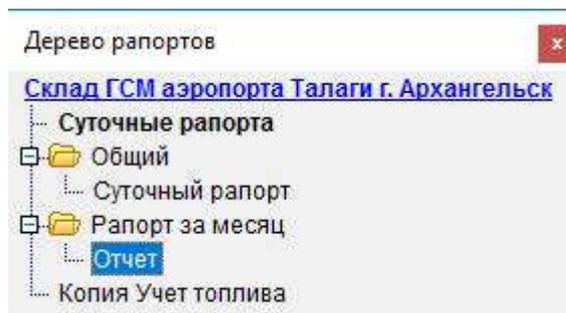

Рис. 3.1. Дерево рапортов
1) **Дерево рапортов** (рис. 3.1) позволяет переключаться между существующими шаблонами рапортов, добавлять новые шаблоны, разбивать их по группам, удалять ненужные, создавать шаблоны на основе уже существующих с помощью копирования и вставки, настраивать основные свойства рапортов.